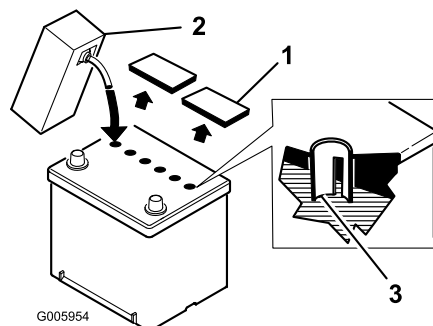

Bild 3
- Reinigen Sie die Oberseite der Batterie und nehmen Sie die Entlüftungsdeckel ab (Bild 3).
- Gießen Sie langsam Batteriesäure in jede Batteriezelle, bis der Säurestand das untere Teil des Rohrs erreicht (Bild 3).
8. Gießen Sie langsam Batteriesäure in jede Batteriezelle, bis der Säurestand wieder den **unteren** Teil des Rohres (Bild 3) erreicht und drehen die Verschlussdeckel auf.